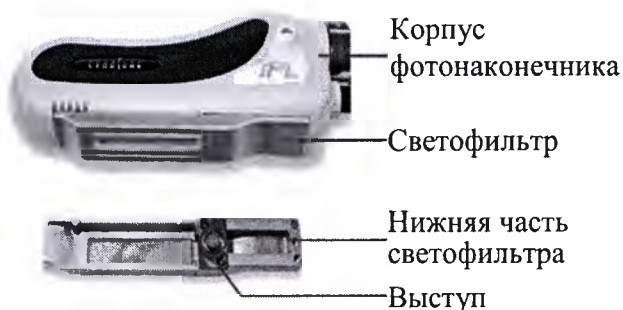

Рисунок 14 – Светофильтр IPL
4. Осмотрите светофильтр. При наличии загрязнения нижней части светофильтра, его можно снять для очистки. См. **Рисунок 14**. Чтобы отсоединить светофильтр, потяните за более длинную металлическую часть светофильтра в направлении от корпуса фотонаконечника. Для того, чтобы вернуть светофильтр на место, совместите выступ на обратной стороне светофильтра с отверстием в нижней части фотонаконечника. Вставьте светофильтр в фотонаконечник до щелчка.